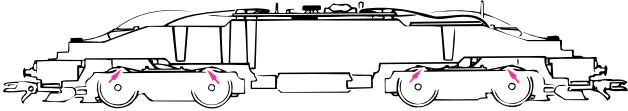

Fig. 8
2. Schmierung: Versehen Sie die im Schmierplan in Fig. 8 gekennzeichneten Stellen mit nur **kleinen Öltropfen**. Dazu zuerst das Lokgehäuse abnehmen (Fig. 3). Wir empfehlen den **ROCO-Öler** Art. Nr. 10906. Zur Schmierung der Getriebeteile (Zahnräder, Schnecke) empfehlen wir das **Roco-Spezialfett 10905**. Im Falle der Schmierung diese Teile nicht ölen.
2. Graissage: N'appliquez qu'une **très petite goutte** aux endroits indiqués par le plan de graissage (fig. 8) après avoir démonté la caisse du tender (fig. 3). Nous vous recommandons le **graisseur à huile ROCO réf. 10906**. Pour graisser les engrenages (roues dentées, vis sans fin) nous vous conseillons la **graisse spéciale Roco réf. 10905** pour engrenages en matières synthétiques. Lorsque vous utilisez cette graisse il faut éviter d'huiler ces composants.
2. Lubrication: Apply **tiny oil drops** to spots marked in fig. 8. Prior to lubrication dismantle locomotive (fig. 3). We recommend using item no. 10906, **Roco oiler**. For lubrication the gear-parts (e.g. cog-wheels, worm) we would recommend our **Roco special grease** (item No. 10905).